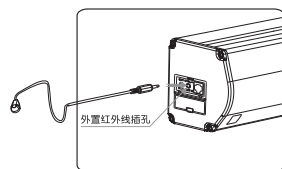

图26
- 2、如果您因为隐蔽放置需要，而使内置红外遥控接收窗口被遮挡时，请取出外置红外接收头，将接收头的3.5插头插入银幕外壳左端端盖相对应的孔位，将接收头安装在可接收到红外线信号的位置即可(如图26)。